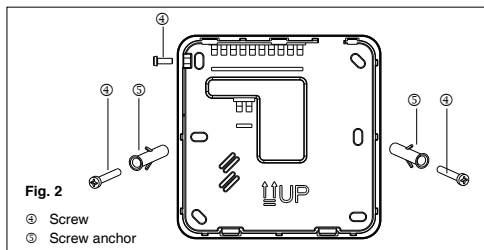
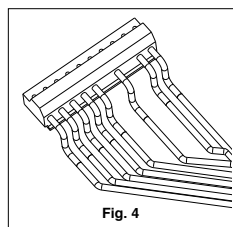

Fig. 2
Fig. 4
- Avlägsna låsskruven i den övre vänstra sidan för att separera enheten från styrenheten (Fig. 2). Montera enheten på väggen och markera borrhålen.
- Anslut till kontrollkontakten (fig. 4).
- Montera fast styrenheten på väggen med därtill avsedda pluggar ⑤.
- Stäng styrenheten med dess lock. Skruva åt locket med skruven som har tagits bort tidigare (Fig. 2).